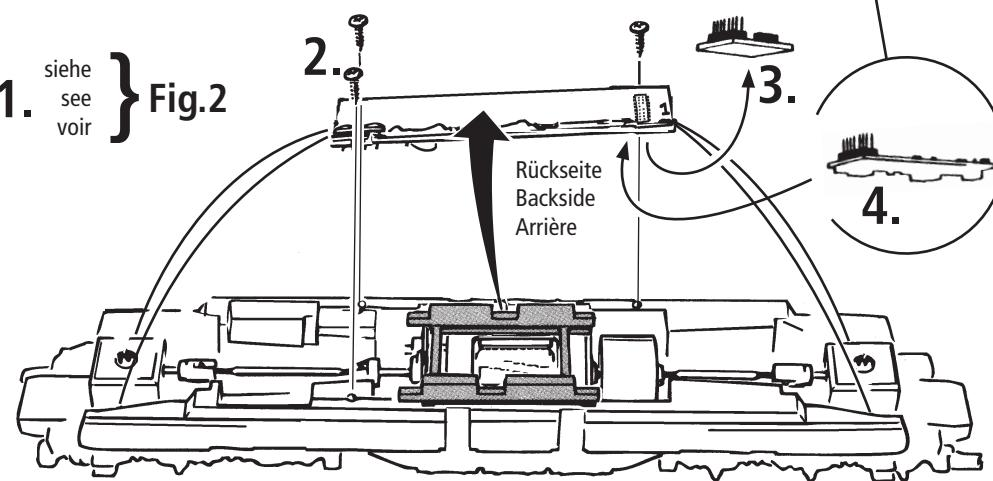

Fig. 4
1. Reinigung der Radstromkontakte: Radstromkontakte können auf unsauberen Schienen leicht verschmutzen. Entfernen Sie **vorsichtig** mit einem kleinen Pinsel **den Schmutz** an den in Fig. 4 gekennzeichneten Stellen.
1. Nettoyage des lames de courant aux roues: Les lames de contacts risquent de s'encaisser rapidement sur des voies poussiéreuses. Veuillez **enlever la poussière** aux endroits marqués à la fig. 4 à l'aide d'un petit pinceau souple.